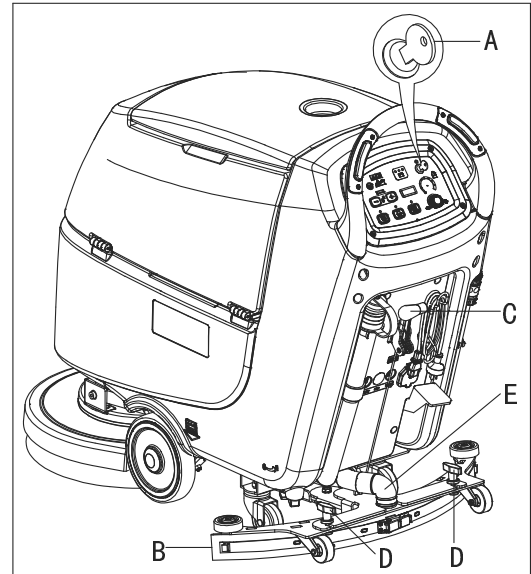
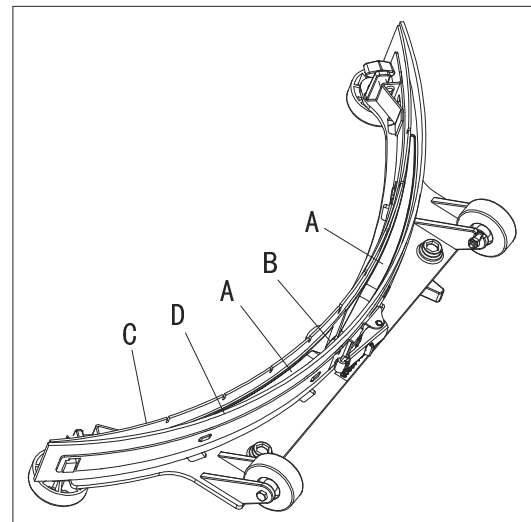

Abbildung 19
Abbildung 20
2. Drehen Sie den Zündschlüssel (A, Abb. 19) auf "0".
3. Senken Sie den Abziehgummi (B) mit dem Hebel (C) ab.
4. Lösen Sie die Knöpfe (D) und entfernen Sie den Abziehgummi (B).
5. Trennen Sie den Vakuumschlauch (E) vom Abziehgummi ab.
6. Reinigen Sie den Stahl- oder Aluminium-Abziehgummi (Abb. 20). Reinigen Sie im Besonderen die Fächer (A) und das Loch (B). Überprüfen Sie das vordere Blatt (C) und das hintere Blatt (D) auf Unversehrtheit, Schnitte und Riss. Ersetzen Sie sie (siehe Vorgehensweise im folgenden Abschnitt), falls nötig.